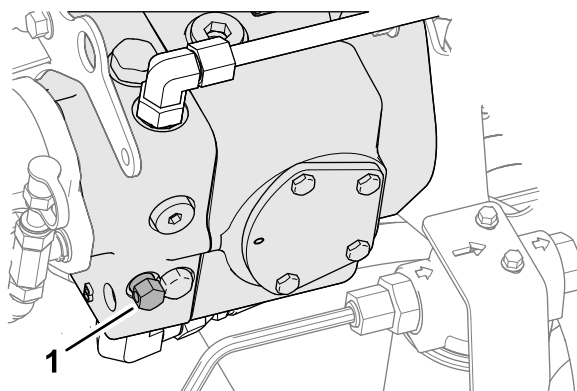

Рисунок 58
3. На насосе переменного расхода поверните болт перепускного клапана на 1,5 оборота, чтобы открыть клапан и обеспечить внутренний перепуск масла (Рисунок 58).